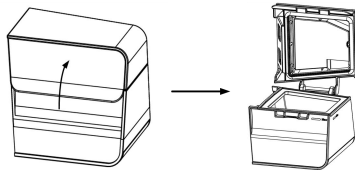

Abb. 19-2
(2) Reinigung der Wasserkammer und der Übertragungsbox
a. Öffnen Sie die Wasserkammer wie in Abb. 19-2 gezeigt.